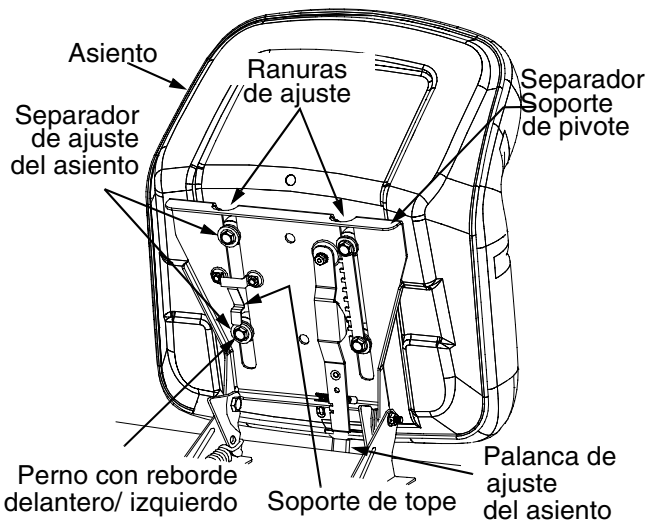

Figura 1
2. Haga girar el soporte de pivote del asiento parcialmente hacia arriba. Consulte la Figura 1.
6. Siga empujando el asiento hacia adelante en el soporte de pivote hasta que el perno con reborde delantero/izquierdo del conjunto del asiento pase adelante del soporte de tope sobre el soporte de pivote del asiento. Vea Figura 1.